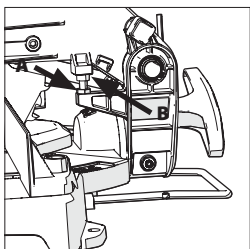

Fig. 12A + 12B
- Allentare il controdamo sulla vite di regolazione del movimento verso il basso con una chiave a tubo da 10 mm (non in dotazione) (**Fig. 12A**).